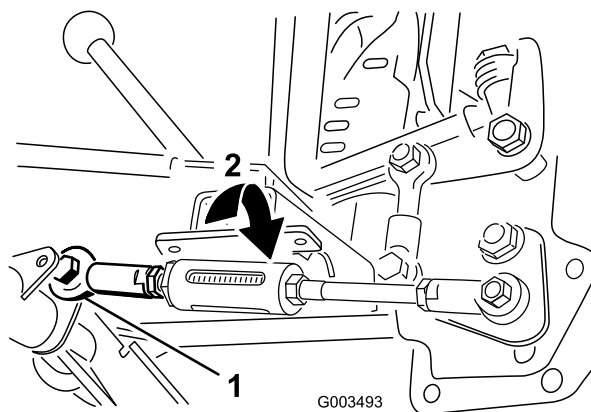

Figure 19
- A. Retirez le boulon et l'écrou qui fixent de la tige au tube de pivot (Figure 19).
3. Serrez le contre-écrou qui fixe la tige de ressort jusqu'à ce que 6 à 13 mm de filetage soient visibles pour appliquer la tension au ressort (Figure 19).